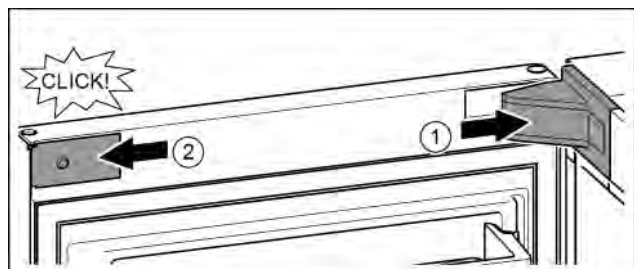

Fig. 24
- ▶ Stavite pokrov podloška ležaja i pustite ga da uskoči, po potrebi ga oprezno razdvojite. Fig. 24 (1)
- ▶ Postavite masku bočno i pustite da uskoči. Fig. 24 (2)